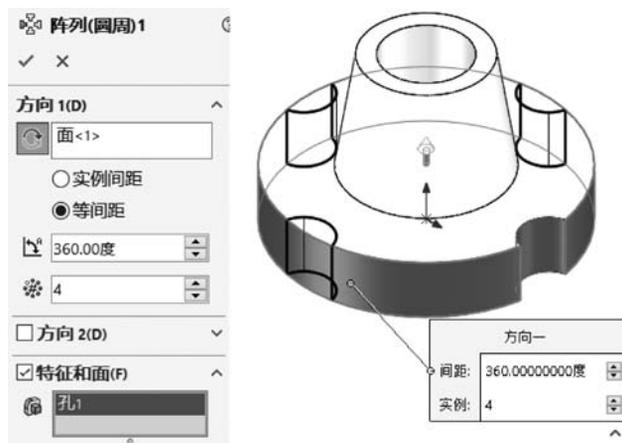

图 5-36 圆周阵列孔
(2) 单击【特征】选项卡上的【圆周阵列】按钮 ,会出现【阵列(圆周)】属性管理器。
- ① 在【方向 1】组,激活【阵列轴】列表,在图形区选择外圆面。
- ② 选中【等间距】复选框。
- ③ 在【实例数】文本框中输入 4。
- ④ 在【特征和面】组,激活【要阵列的特征】列表,在 FeatureManager 设计树中选择【孔 1】,如图 5-36 所示,单击【确定】按钮 。